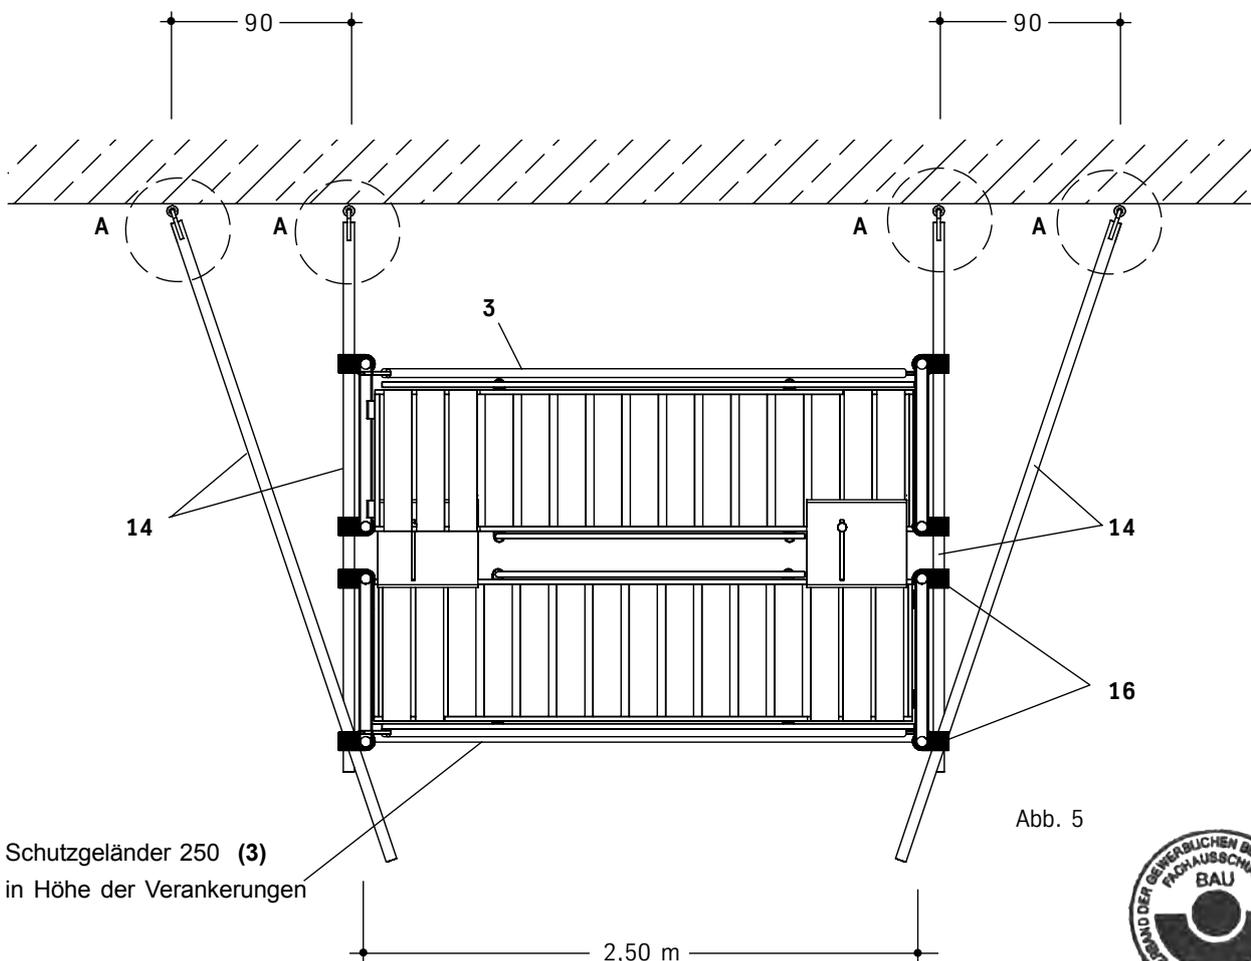

Abb. 5
**11.** Bevor die weitere Montage der Gerüsttreppe analog zur obigen Reihenfolge fortgesetzt wird, ist die erste Treppenverankerung (s. Abb. 5 auf Seite 39).
**14.** Die oberste Treppenverankerung ist am Treppenende an den Vertikalrahmen (s. Abb.5 auf Seite 40) anzubringen.
- chend Abb. 5 anzuordnen.